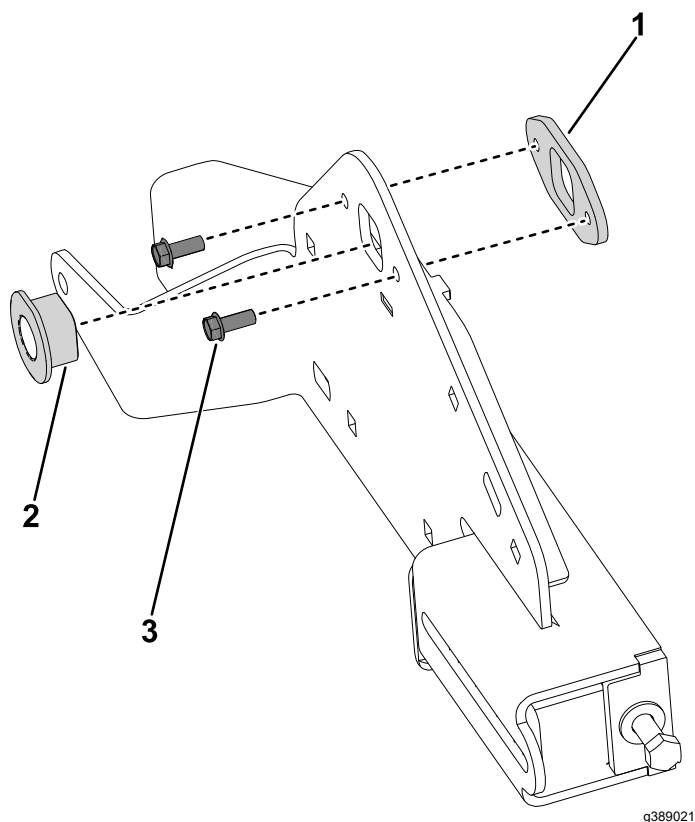

Figura 28
2. Instale o casquilho do eixo no suporte da lagarta (Figura 28).
3. Instale o suporte do casquilho do eixo ao suporte da lagarta e prenda-o com os dois parafusos ($\frac{1}{4} \times \frac{5}{8}$ pol.) (Figura 28).